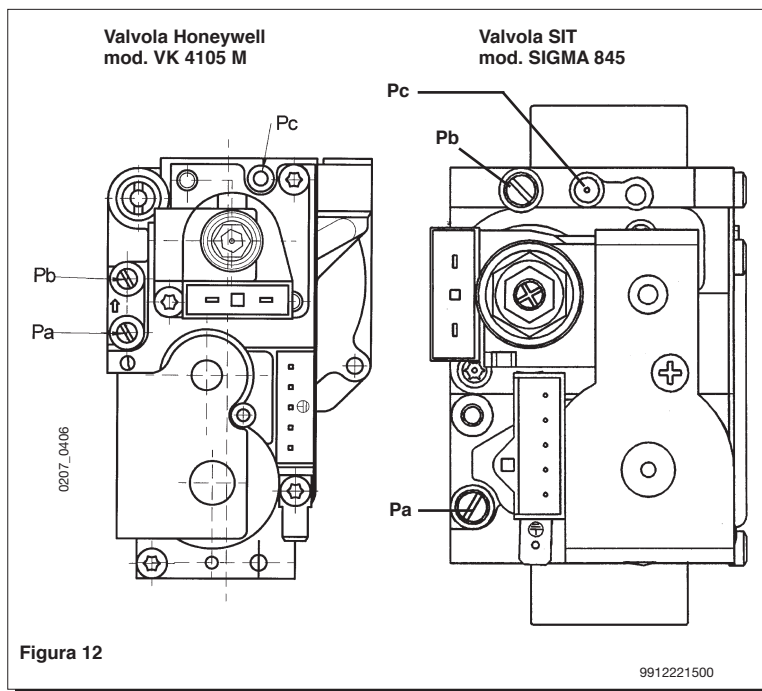

Figura 12
Le modalità di taratura del regolatore di pressione sono leggermente differenti a seconda del tipo di valvola del gas utilizzata (HONEYWELL o SIT vedi figura 12).
Las modalidades de calibrado del regulador de presión difieren ligeramente según el tipo de válvula del gas utilizada (HONEYWELL o Sit, véase figura 12).
- collegare la presa di pressione positiva di un manometro differenziale, possibilmente ad acqua, alla presa di pressione (Pb) della valvola del gas (figura 12). Collegare, solo per i modelli a camera stagna, la presa negativa dello stesso manometro ad un apposito "T" che permetta di collegare insieme la presa di compensazione della caldaia, la presa di compensazione della valvola del gas (Pc) ed il manometro stesso. (Una pari misura può essere effettuata collegando il manometro alla presa di pressione (Pb) e senza il pannello frontale della camera stagna); Una misura della pressione ai bruciatori effettuata con metodi diversi da quelli descritti potrebbe risultare falsata in quanto non terrebbe conto della depressione creata dal ventilatore nella camera stagna.
- conectar la toma de presión positiva de un manómetro diferencial, posiblemente de agua, a la toma de presión (Pb) de la válvula del gas (figura 12). Conectar, sólo para los modelos a cámara estanca, la toma negativa del mismo manómetro a un especial "T" que consienta conectar entre ellos la toma de compensación de la caldera, la toma de compensación de la válvula del gas (Pc) y el manómetro mismo. (Se puede efectuar una medición equivalente conectando el manómetro a la toma de presión (Pb) y sin el panel frontal de la cámara estanca); Una medición de la presión en los quemadores efectuada con métodos diferentes a los descritos podría resultar incorrecta, dado que no tomaría en cuenta la depresión creada por el ventilador en la cámara estanca.
- verificare che la pressione dinamica di alimentazione della caldaia, misurata alla presa di pressione (Pa) della valvola del gas (figura 12 pagina 16) sia quella corretta (30 mbar per il gas butano, 37 mbar per il gas propano o 20 mbar per il gas naturale).
- controlar que la presión dinámica de alimentación de la caldera, medida en la toma de presión (Pa) de la válvula del gas (figura 12 en página 16), sea correcta (28 mbar para el gas butano, 37 mbar para el gas propano o 20 mbar para el gas natural).